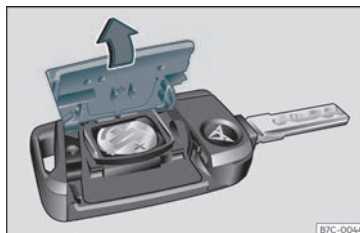

Fig. 68 Chave do vehículo: apertura da tapa do compartimento para a pila.
- Retire a tapa na parte traseira da chave do vehículo >>> **fig. 68** na dirección da frecha >>> ①.
- Coloque a tapa como se amosa >>> **fig. 68** e prema nela na carcasa da chave do vehículo >>>